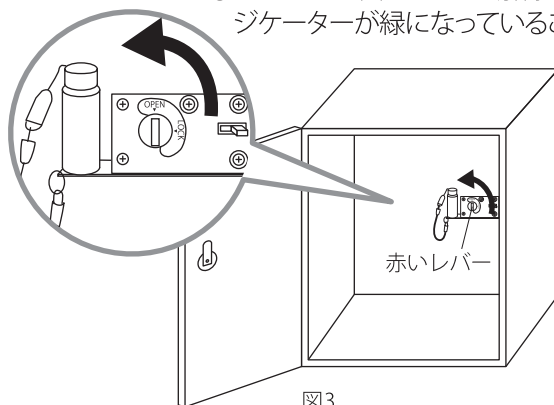

図3
- ② 取り出した後、奥の赤いつまみを左へ回し (OPEN) 表扉のロックを解除します。(図3)